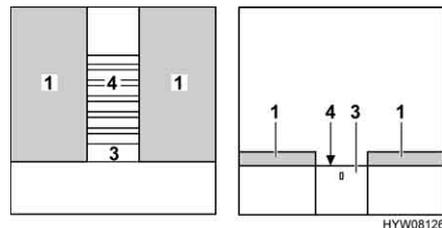

Fig. 116 Durante la trasformazione
- Se sulla base estraibile (Fig. 116,3) è montato un bloccaggio: afferrare da dietro il diaframma e sbloccare la base estraibile.
- Estrarre completamente il telaio portamaterasso (Fig. 116,4) o la prolunga con la base estraibile.